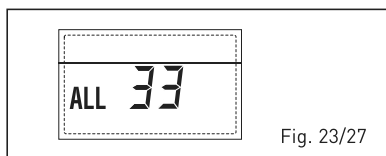

Fig. 23/27
- **ANOMALIA COMUNICAÇÃO PLAQUETA RS-485 EM MODALIDADE CASCATATA "ALL 34" (fig. 23/28)**